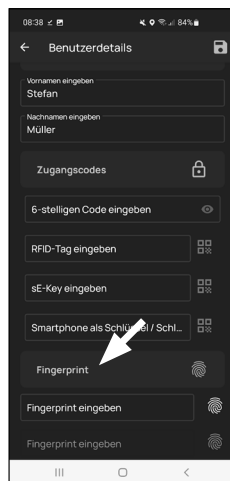

Fig. 5
- 7 Si vous possédez un clavier pour empreintes digitales disponible en option (p. ex. *ENTRY 7712 FP*), vous pouvez dans ce paragraphe enregistrer un doigt en tant que support d'ouverture. Vous trouverez des remarques relatives à la configuration dans la notice de l'article concerné (Fig. 5).